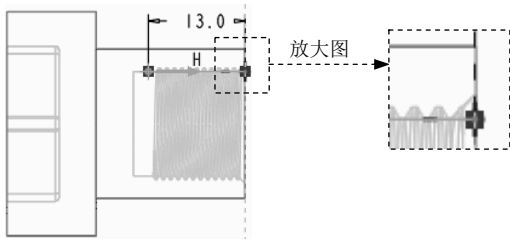

图 5.5.7 创建轮廓车削轨迹
Step5. 创建车削轮廓。在“螺纹车削”操控板单击 **轮廓** 按钮，在弹出的菜单中选择 **车削轮廓** 命令，系统弹出“车削轮廓”操控板。依次单击操控板中的 **草绘** 和 **草绘** 按钮，系统弹出“草绘”对话框，单击 **草绘** 按钮，选取 **XC_ASM_FRONT** 基准平面为草绘参考，进入草绘环境。绘制图 5.5.7 所示的截面草绘。